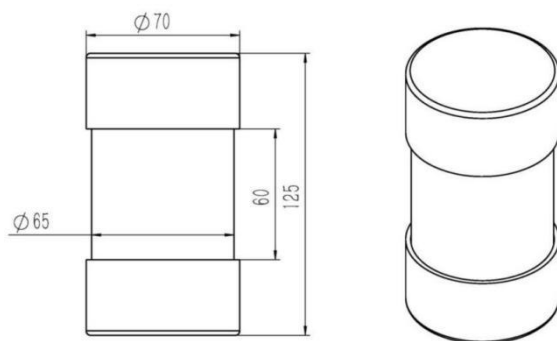
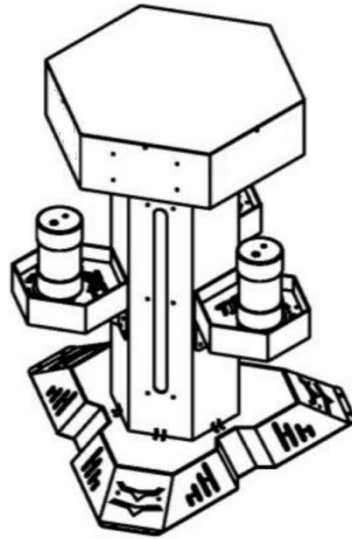

图 1 瞄准目标物体
图 2 物体放置支架
- 2) 具有瞄准装置，能够顺利瞄准图 1 所示圆柱形目标物体，目标物体放置于图 2 所示支架上，放置位置高度 325 毫米；